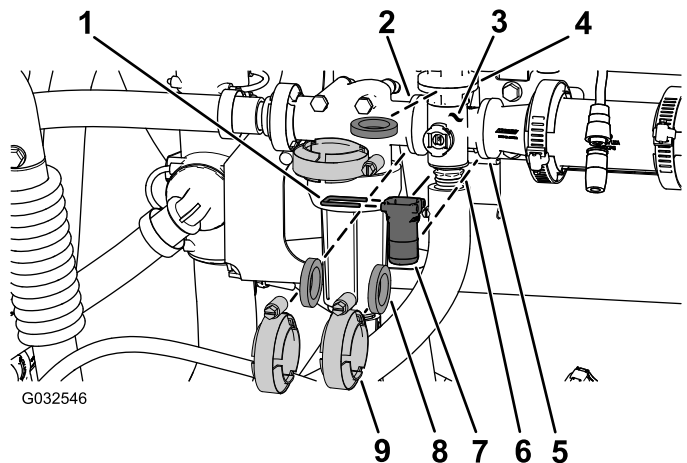

Figure 97
1. Déposez les colliers, les joints, le raccord rapide et la goupille de raccord rapide qui fixent le collecteur de la vanne d'agitation à la vanne de dérivation d'agitation, la tête de filtre sous pression, l'accouplement réducteur et au raccord adaptateur (régulateur de pression d'agitation), comme montré à la Figure 97.